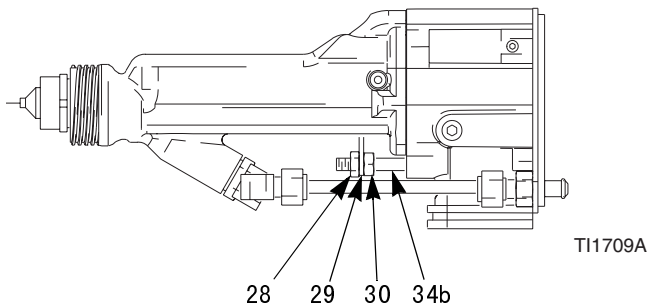

图 25. 驱动器臂
- 3. 拆卸安全螺母（ 28 ）、致动器臂（ 29 ）和调节螺母（ 30 ）。见图 25。
1. 安装调节螺母（30）、致动器臂（29）和安全螺母（28）到活塞杆（34b）上。请注意，安全螺母（28）有一个稍大的六角形和一个比调节螺母（30）薄的剖面。请参见图25（位于第38页）。